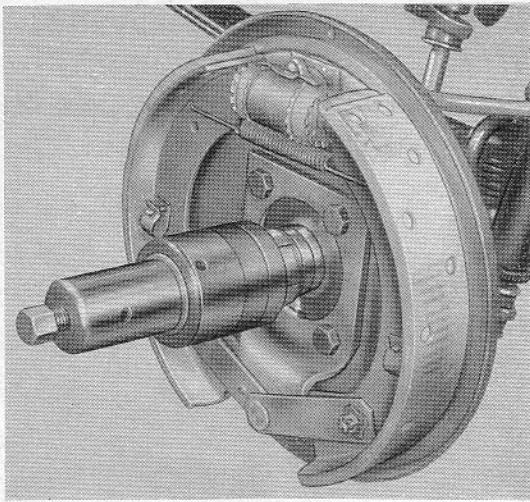

Bild 33 – Inneren Laufring von Achsschenkelzapfen mit Lagerring-Abzieher S-835 abziehen
3. Inneren Laufring von Radlagerzapfen des Achsschenkels mit Lagerring-Abzieher S-835 abziehen (Bild 33).